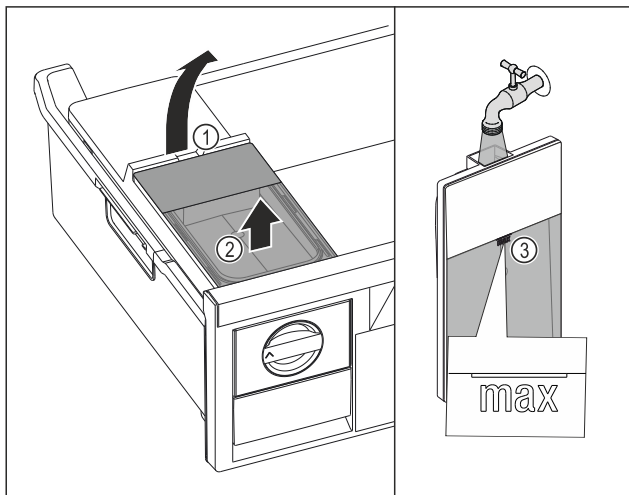

Fig. 213
- Soulever le réservoir d'eau par l'encoche Fig. 213 (1).
- Retirer le réservoir d'eau par le haut. Fig. 213 (2)
- Remplir le réservoir d'eau potable jusqu'au repère Fig. 213 (3).